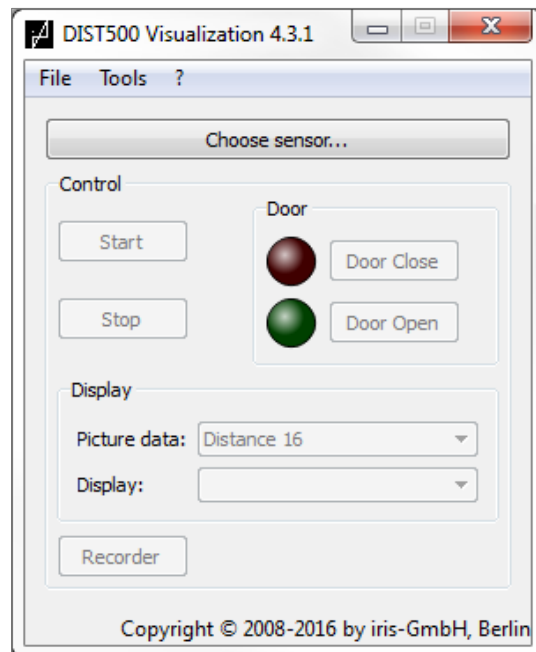

Рис. 36: Начальное и главное окна
11. Запустите программу DIST500 Visualization → на экране отобразится окно, как показано на рис. 36.